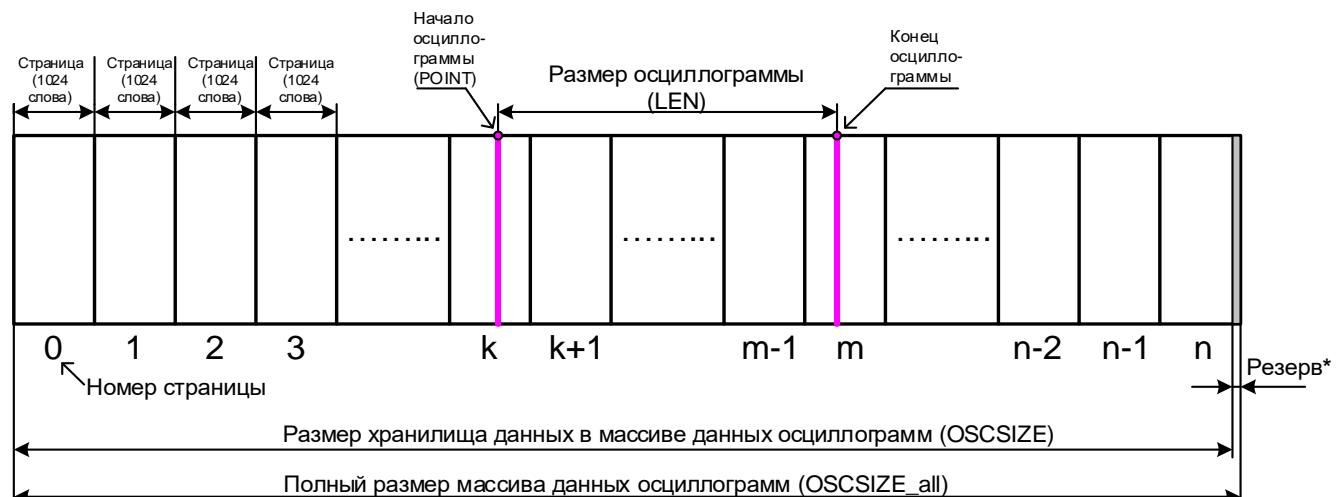

Рисунок 8.3
- определить адрес начала и окончания осцилограммы в массиве данных осцилограмм (см. рисунок 8.3).